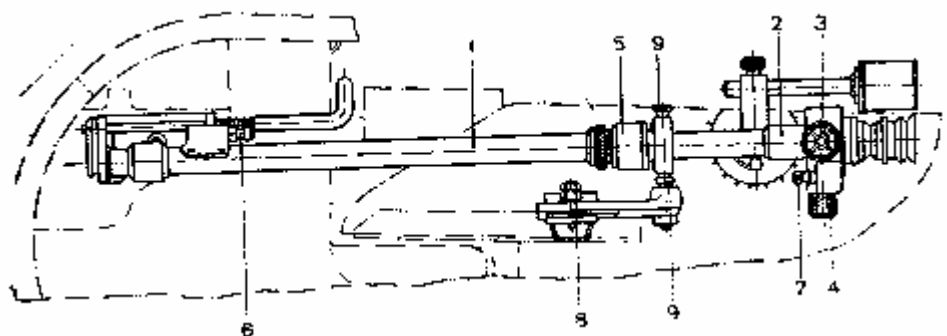
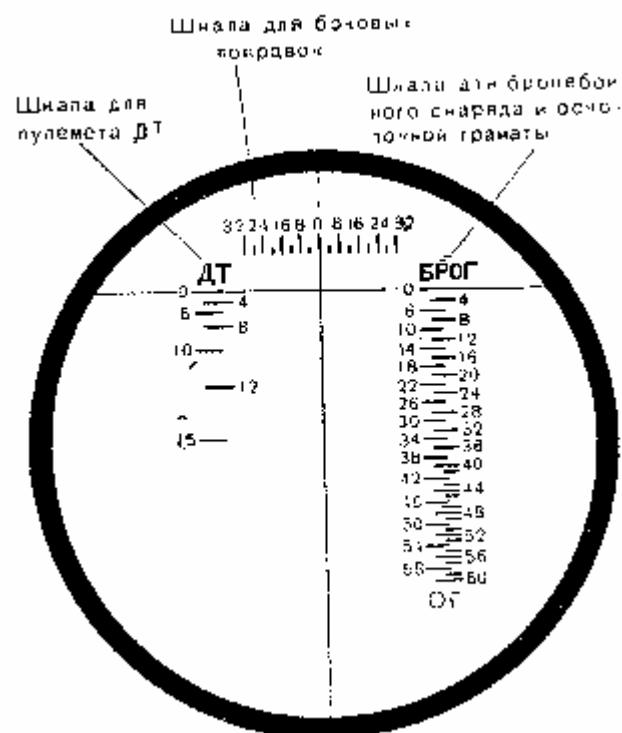

Рис. 183. Телескопический прицел 10Т-15:
Рис.184. Вид поля зрения прицела 10Т-15 при нулевых установках шкал
Прицел 10Т-15 (рис. 183) представляет собой прямую телескопическую трубу, установленную в двух кронштейнах. К трубе жёстко прикреплен корпус 2 прицела. В поле зрения прицела имеются следующие шкалы (рис. 184):
- 5) Вращая маховички 3 и 4 прицела (рис. 183), установить горизонтальную нить перекрестия прицела на нулевые деления шкалы дальностей, а вертикальную нить — на нулевое деление шкалы боковых поправок; проверять установку через прицел.
Если центр перекрестия прицельных нитей не совпадает с точкой наводки, то, не сбивая установки ствола, ослабить болт 8 (рис. 183), закрепляющий поперечный ползун, и, легко ударя деревянной колотушкой по ползуну, передвинуть его (вправо или влево) так, чтобы вертикальная нить перекрестия совместилась с точкой наводки. Затем, вращая гайки 9 заднего кронштейна прицела, передвинуть кронштейн вверх или вниз, для того чтобы горизонтальная нить перекрестия совместилась с точкой наводки.